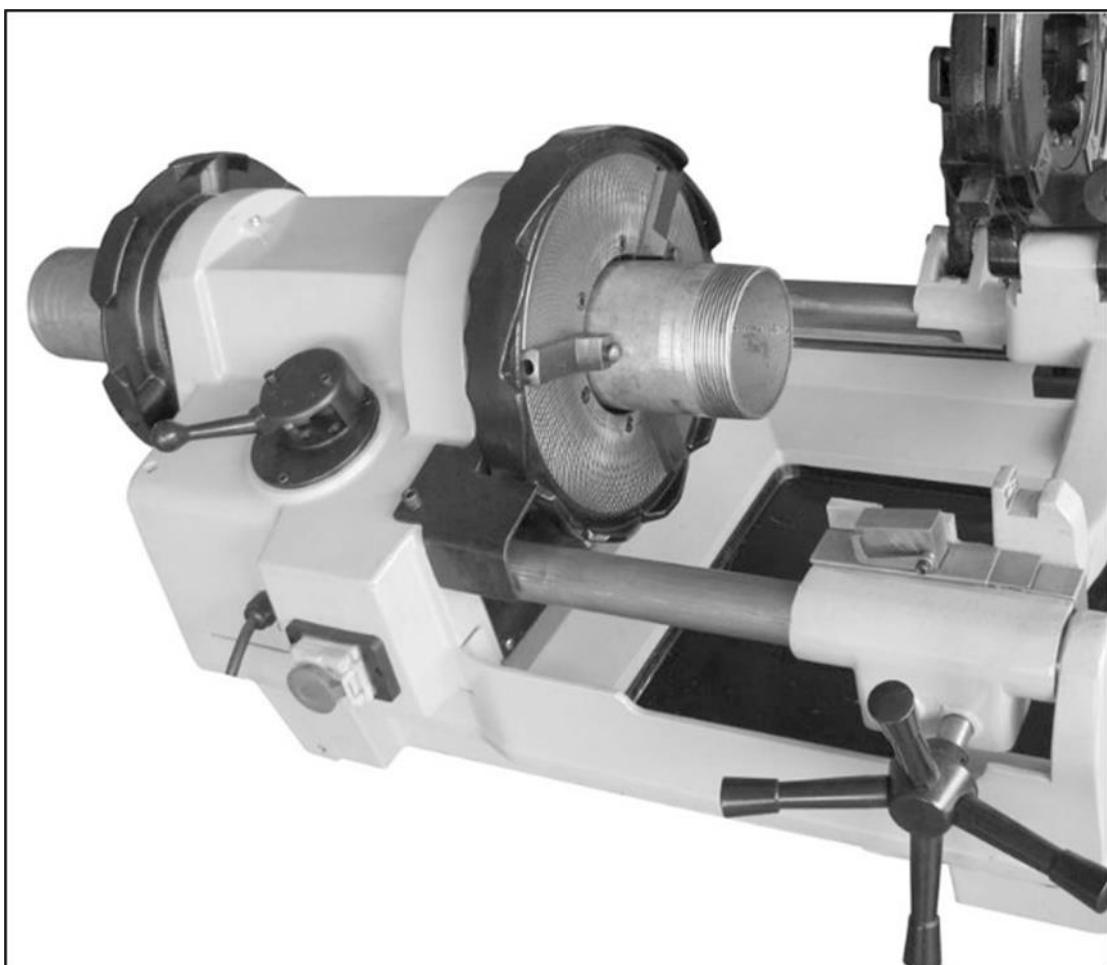

Рис. 1 Фиксация трубы
8. Периодически проходите техническое обслуживание. Смазывайте станок (Рис. 1) и вовремя меняйте принадлежности в соответствии с инструкциями данного руководства, чтобы сделать работу со станком более безопасной.
3. Вставьте трубу в резьбонарезной станок так, чтобы конец, предназначенный для обработки, либо метка отреза трубы оказались на расстоянии 5 сантиметров от зажимов переднего зажимного патрона (Рис. 1).
2. Установите ручку переключения передач на 36 об/мин. (Рисунок 1).